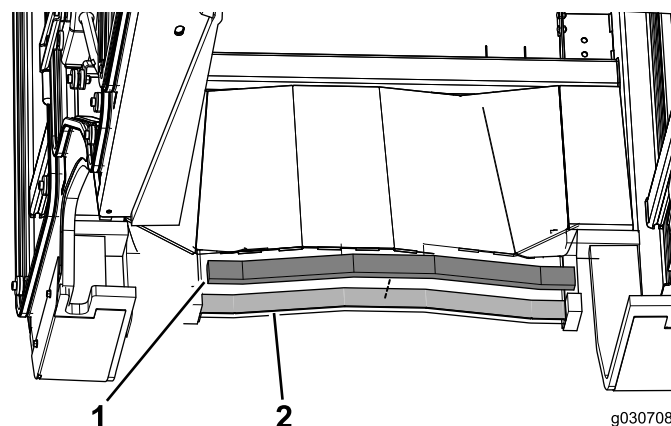

Figura 15
3. Applicare la guarnizione posteriore in schiuma sintetica sulla parte posteriore della cabina (Figura 15).